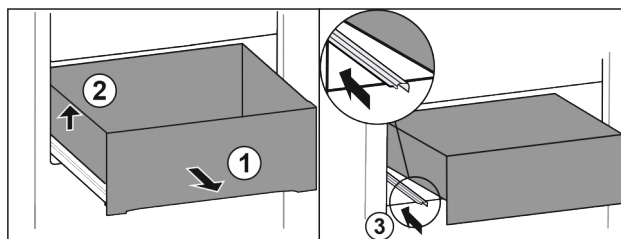

Fig. 12
- ▶ Wysunąć szufladę do oporu. Fig. 12 (1)
- ▶ Unieść szufladę po lewej. Fig. 12 (2)
- ▶ Wsunąć lewą szynę. Fig. 12 (3)